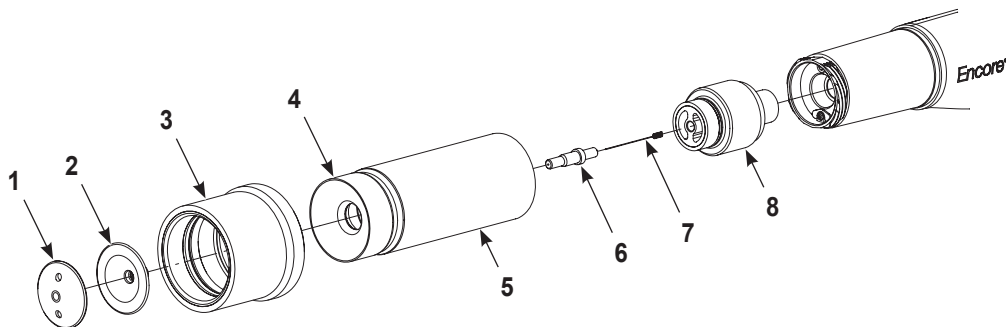

Abbildung 8 Konusdüse reinigen
**VORSICHT:** Die Ablenkerkappe (1) und der Ablenker (2) müssen vor dem Abnehmen der Düsenmutter vom Sprühapplikator abgenommen werden. Wenn sie nicht zuerst entfernt werden, könnte der Elektrodenhalter (8) einen Schaden davontragen und müsste eventuell ausgetauscht werden.
1. Siehe Abbildung 8. Den Ablenker (2) mit dem Finger festhalten, während die Ablenkerkappe (1) abgeschraubt wird. Den Ablenker (2) vorsichtig vom konischen Elektrodenhalter (6) abziehen.
2. Die Düsenmutter (5) gegen den Uhrzeigersinn abschrauben und zusammen mit der Konusdüse (4) und Sprühbildverstellhülse (3) vom Sprühapplikator abnehmen.
5. Den Elektrodenhalter (6) prüfen. Wenn der Elektrodenhalter verschlissen oder beschädigt ist, diesen von der Elektrodenhalterung (8) abschrauben, dann die Elektrode (7) entfernen. Die Elektrode im neuen Halter installieren, dann den Halter in die Elektrodenhalterung schrauben. Die Elektrodenhalterungsbaugruppe (6, 7 und 8) am Sprühapplikator montieren.